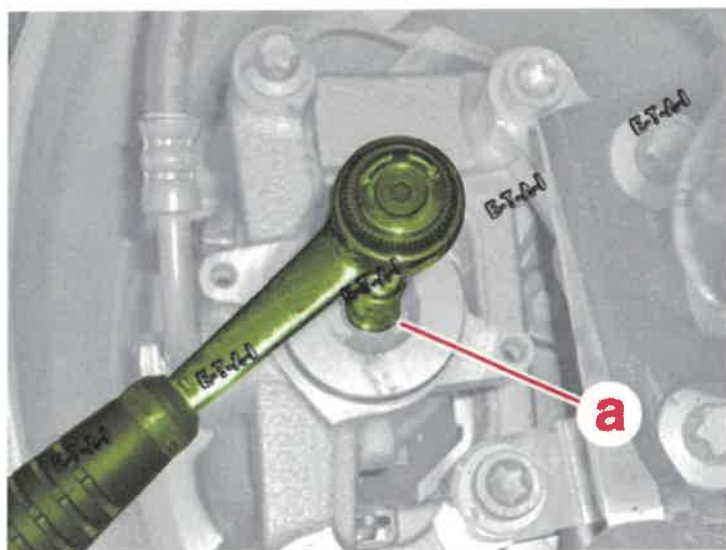

Fig. 2
- les vis (2),
- l'actionneur (3).
- Agir en (a) avec une clé adaptée pour déverrouiller stationnement (Fig. 2).